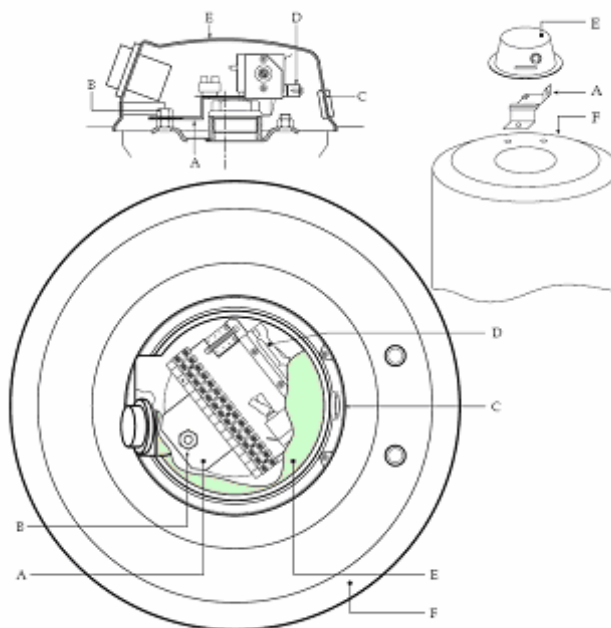

Рис. 1. Размещение комплекта блока приоритета под крышкой бойлера:
1) Выкрутите болты и поднимите крышку (E) (Рис. 1)
4) Установите уплотняющее кольцо (C) в отверстие (Рис. 1). Проденьте провод от комплекта в отверстие, потом присоедините его к клеммам платы бойлера.
- 6) Зафиксируйте кабель в кабельном канале (D).